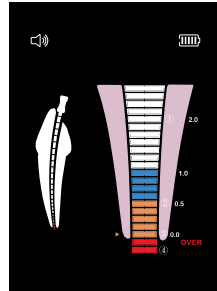

Bild 8
3.1.5 Vergrößerte Darstellung des apikalen Foramens. [Bild 8]